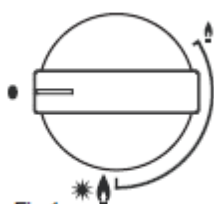

Fig.1
Rode o botão no sentido inverso aos ponteiros do relógio, até à posição máxima (chama grande, fig. 1) e prima o botão.
Em caso de faltar a energia, é possível acender os queimadores com fósforos posicionando o botão na chama grande (fig. 1).
- Verifique sempre que o botão esteja na posição “fechado” (fig. 1) quando o aparelho não esteja a funcionar.
- Se a chama se extinguir acidentalmente após alguns segundos, a entrada do gás é cortada automaticamente. Para voltar ao seu funcionamento normal, retorne o botão ao ponto de acendimento (grande chama, fig. 1) e prima o botão.